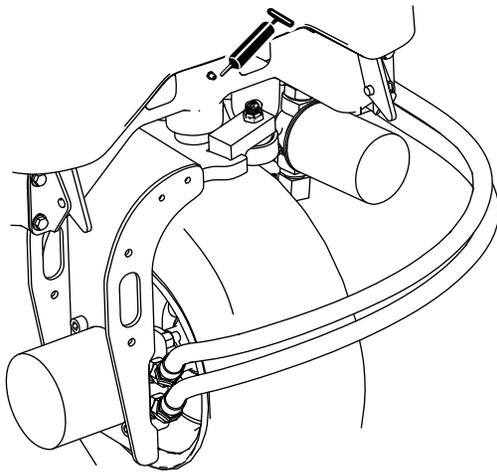

Figure 36
- Pivot de direction (**Figure 36**)